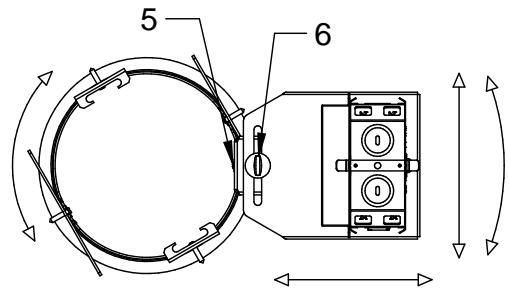

FIG. 3
- C. With housing (4) in ceiling, the housing (4) can be rotated as needed to clear existing fixture obstacles and/or to be positioned best for the flexible conduit, etc. If additional adjustment is needed, screw (5) and/or screw (6) can be loosened and junction box (3) can be further moved. Ensure that screw (5) and (6) are retightened after this step (SEE FIG. 3)
- C. Lorsque le boîtier (4) se trouve dans le plafond, il est possible de faire pivoter au besoin le boîtier (4) pour dégager le luminaire des obstacles et/ou de mieux le positionner pour accès à la conduite flexible, etc. Si un ajustement supplémentaire est nécessaire, la vis (5) et/ou la vis (6) peuvent être deserrées et la boîte de jonction déplacée encore plus. S'assurer que la vis (5) et la vis (6) sont resserrées après cette étape. (VOIR FIG. 3)